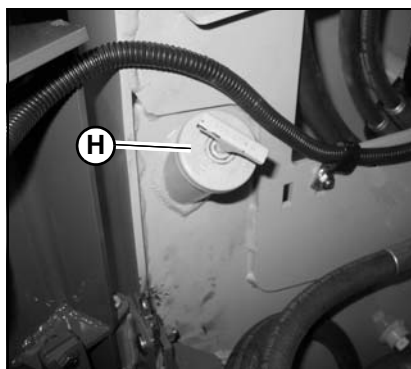

Figura 105 – Llenado del aceite hidráulico
- Si el nivel de aceite hidráulico es bajo, retire el tapón de llenado del depósito hidráulico (H, Figura 105), situado en la pared del compartimento del motor izquierdo.
4. Afloje lentamente el tapón de llenado del aceite hidráulico (H, Figura 105).
11. Retire el tapón de llenado del aceite hidráulico (H, Figura 105) y llene el depósito de aceite hidráulico al nivel de aceite adecuado (Y, Figura 104).